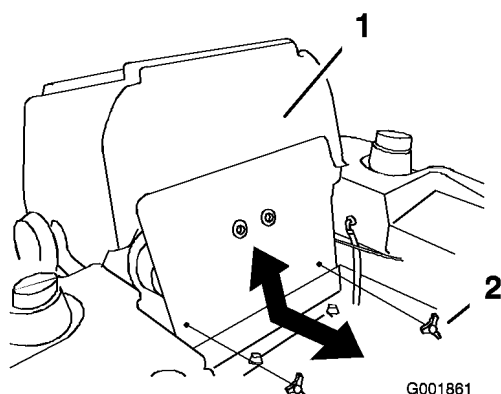

Figura 67
3. Incline el asiento hacia adelante y retire el panel delantero del motor (Figura 67).
7. Instale el panel delantero del motor (Figura 67).